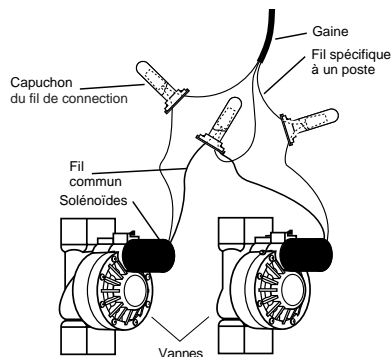

FIGURE 22 : Raccordement aux vannes des fils du contrôleur
- Chaque vanne est dotée de deux fils. Le premier se raccorde au circuit commun. Vous pouvez relier le fil commun de chacune des vannes à un seul fil qui sera acheminé ensuite jusqu'au programmeur. L'autre fil de chaque vanne doit être raccordé au fil correspondant à un poste de commande de la vanne [voir la figure 22].